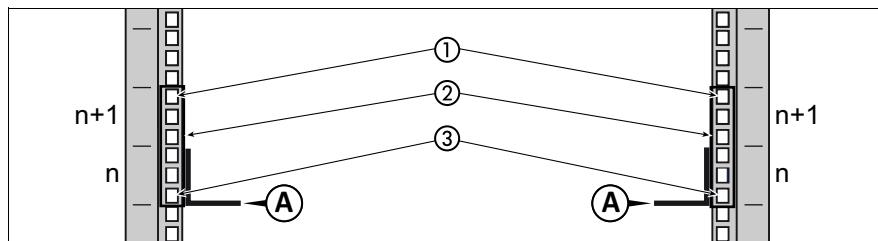
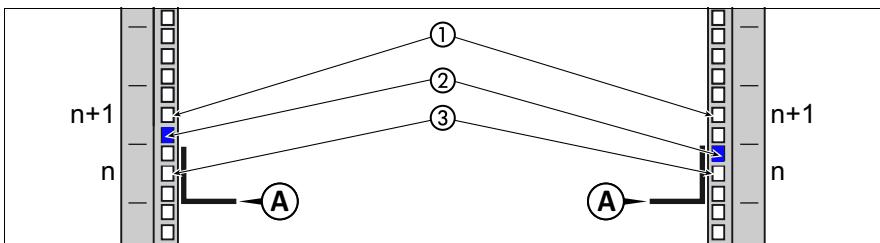

図 8: 取り付けレールの位置 - 前面ラック支柱
図 9: 取り付けレールの位置 - 背面ラック支柱
CX600 M1 シャーシのサイズは、2U (HU) です。図 8 および図 9 に、取り付けレールを固定するためのネジおよびブラケットの位置を示します。